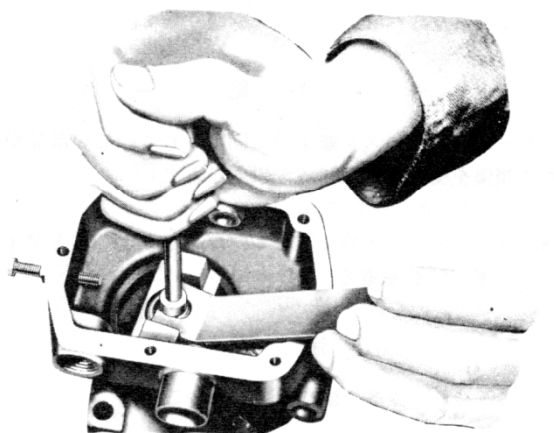

図3-5. パイロットバルブ分解図
13. スプリングシート(40)を工具370109の短い方の端で押え $\frac{5}{16}$ "ソケットレンチを使ってパイロッドバルブプランジャーロックナット(41)をはずす。図3-5参照。